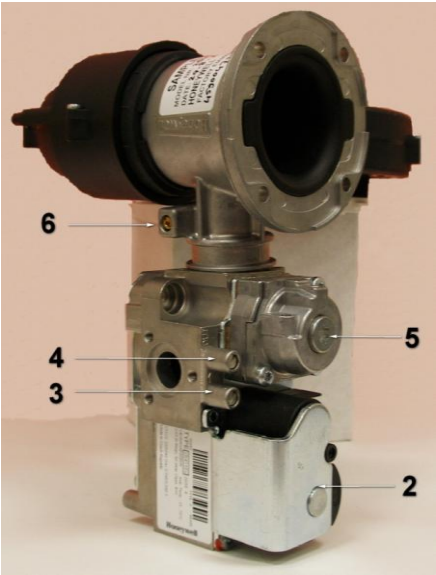
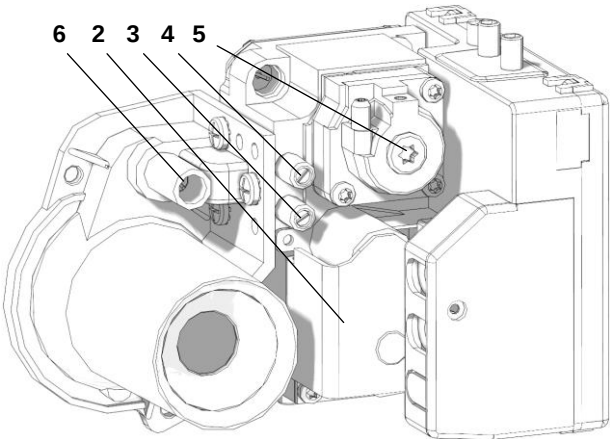

Рис.. 4.2.1 Газовый клапан со смесителем к котлам мощностью 20кВт, 25кВт и 35кВт
Рис.. 4.2.2. Газовый клапан со смесителем к котлам мощностью 50кВт
- при помощи кнопок {+/- CO} установить мощность котла t на величину параметра P08 (для котлов типа 20,25, 35) или P14 (для типа 25**) согласно таблицы 4.3.2.1 - Проверит расход газа на газовом счётчике в соответствии с таблицей 4.3.2.1. В случае необходимости изменения расхода газа крутить винтом поз. 6 (Рис. 4.2.1.). В право увеличивается течение, в лево уменьшается. Уставленную величину течения прочитать на газовом счётчике.	- при помощи кнопок {+/- CO} установить мощность котла t на величину параметра P08 - Проверит расход газа на газовом счётчике в соответствии с таблицей 4.3.2.1. В случае необходимости изменения расхода газа крутить винтом поз. 6 (Рис. 4.2.2.). В лево увеличивается течение, в право уменьшается. Уставленную величину течения прочитать на газовом счётчике.
- Установить мощность котла t=0 (вентилятор работает на фабрично установленных минимальных оборотах) - После запуска котла измерить на измерительном патрубке давление газа на входе (поз.3 Рис. 4.2.1.) Величину давления в зависимости от рода газа указывает таблица 4.3.2.1, - Открутить затычку с патрубка № 5 (Рис. 4.2.1) - При помощи регулировочного винта № 5 (рис.4.2.1) установить минимальный расход газа в соответствии с данными которые представляет Таблица 4.3.2.1.	Регулировку минимальной мощности надо сделать исключительно на основе измерения состава продуктов сгорания – смотри п. 4.3.2.
- при помощи кнопок {+/- CO} установить мощность котла t на величину параметра P08 (для котлов типа 20,25, 35) или P14 (для типа 25**) согласно таблицы 4.3.2.1 - После запуска котла измерить на измерительном патрубке давление газа на входе (поз.3 Рис. 4.2.1.) Величину давления в зависимости от рода газа указать таблицу 4.3.2.1, - Подключить газоанализатор - При помощи регулировочного винта № 6 (рис.4.2.1) установить расход газа так чтобы получить требуемый расход газов сгорания в соответствии с данными которые представляет Таблица 4.3.2.1.	- при помощи кнопок {+/- CO} установить мощность котла t на величину параметра P08 согласно таблицы 4.3.2.1 - После запуска котла измерить на измерительном патрубке давление газа на входе (поз.3 Рис. 4.2.2.) Величину давления в зависимости от рода газа указать таблицу 4.3.2.1, - Подключить газоанализатор - При помощи регулировочного винта № 6 (рис.4.2.2) установить расход газа так чтобы получить требуемый расход газов сгорания в соответствии с данными которые представляет Таблица 4.3.2.1.
- Установить мощность котла t=0 (вентилятор работает на фабрично установленных минимальных оборотах) - После запуска котла измерить на измерительном патрубке давление газа на входе (поз.3 Рис. 4.2.1.) Величину давления в зависимости от рода газа указать таблицу 4.3.2.1, - Подключить газоанализатор - Открыть затычку с патрубка № 5 (Рис.4.2.1.) - При помощи регулировочного винта № 5 (рис.4.2.1) установить расход газа так чтобы получить требуемый расход газов сгорания в соответствии с данными которые представляет Таблица 4.3.2.1.	- Установить мощность котла t=0 (вентилятор работает на фабрично установленных минимальных оборотах) - После запуска котла измерить на измерительном патрубке давление газа на входе (поз.3 Рис. 4.2.2.) Величину давления в зависимости от рода газа указать таблицу 4.3.2.1, - Подключить газоанализатор - Открыть затычку с патрубка № 5 (Рис.4.2.2.) - При помощи регулировочного винта № 5 (рис.4.2.2) установить расход газа так чтобы получить требуемый расход газов сгорания в соответствии с данными которые представляет Таблица 4.3.2.1.